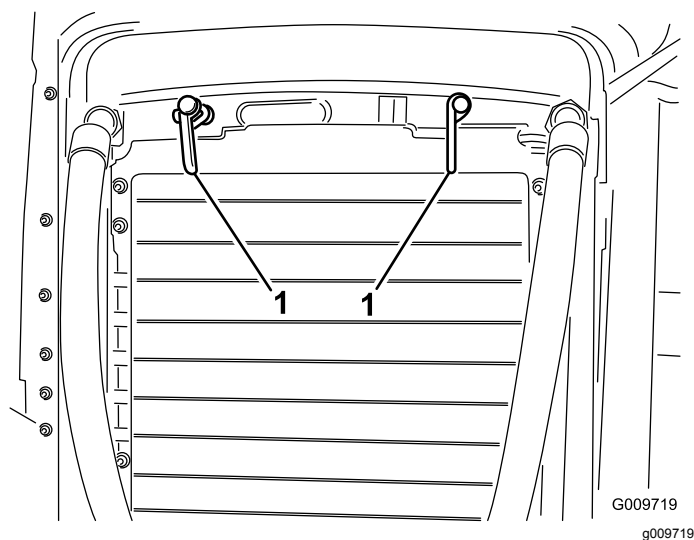

Figura 56
2. Rode os trincos (Figura 56) que fixam o dispositivo de arrefecimento de óleo ao chassi.